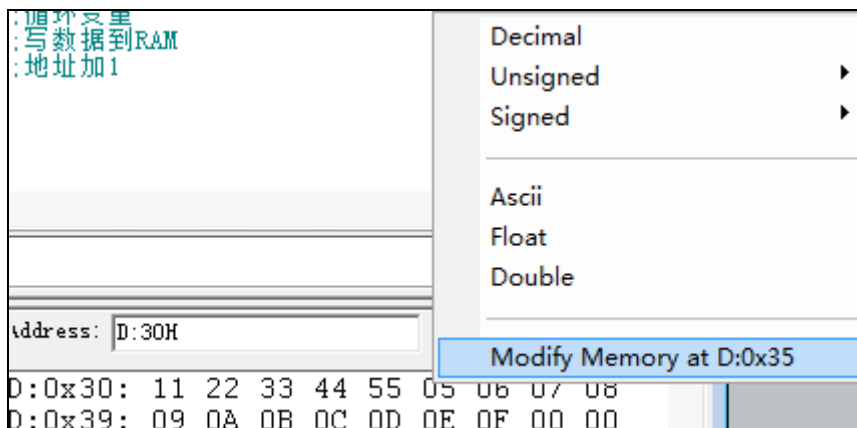

图2-1-15 存储器修改单元
(6) 修改存储器的内容的方法还有一个，就是在要修改的单元上点击鼠标右键，弹出快捷菜单，如图2-1-15 所示，选择 ‘Modify Memory at D:0x35’ 命令来修改0x35 单元的内容，这样每次只能修改一个单元的内容。